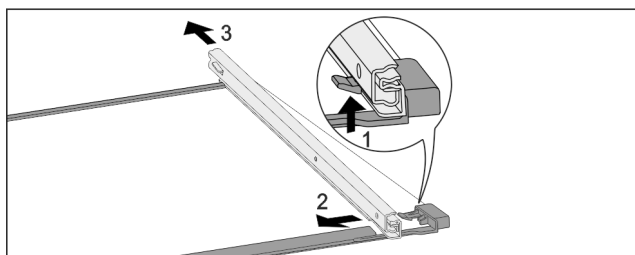

Fig. 110 Glasplaat met rails
- Voorste vergrendelhaak naar boven duwen. Fig. 110 (1)
- Uitschuifrail naar de zijkant Fig. 110 (2) en naar achteren Fig. 110 (3) wegschuiven.